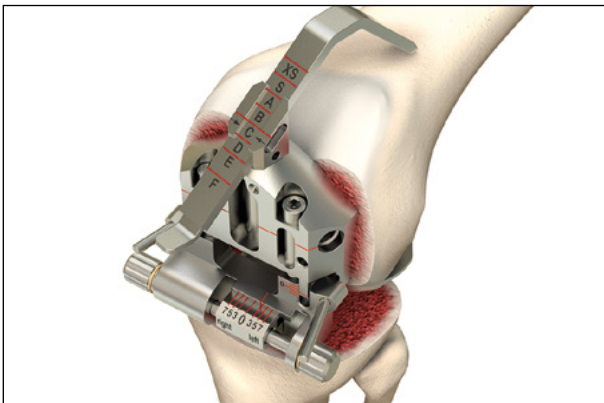

Рис. 20 Величина размерного / ротационного шаблона для бедренной кости определяется с помощью переднего измерительного щупа
- Размер бедренного компонента определяют при помощи переднего бедренного измерительного щупа, помещаемого на возвышение метафиза бедренной кости (рис. 20)